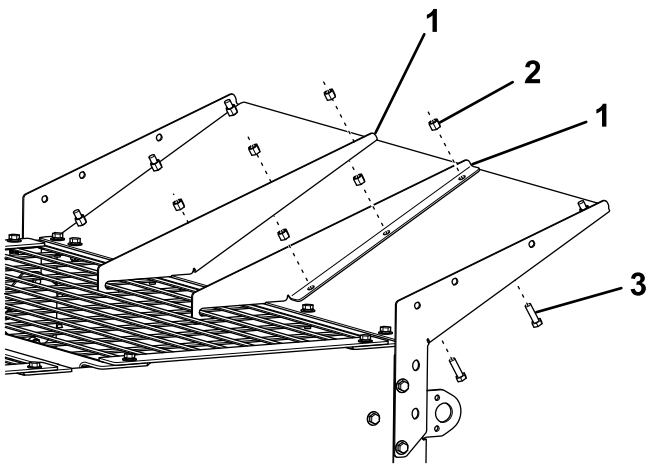

**Figure 4**
6. Fixez les bords de la plaque principale aux plaques latérales à l'aide de 3 boulons, rondelles et contre-écrous (Figure 4).